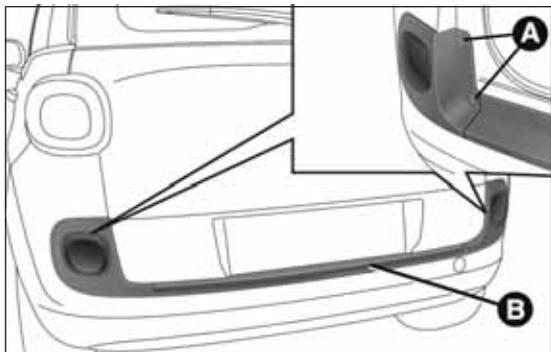

fig. 188
- abrir el maletero, quitar el marco embellecedor, aflojar los cuatro tornillos de fijación A fig. 188 y retirar el grupo óptico B;
- ❑ volver a montar correctamente el grupo óptico B fig. 188 apretando los cuatro tornillos de fijación A, a continuación cerrar el maletero.